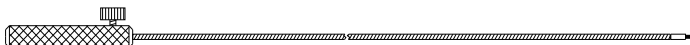

Fig.7 Câble d'application
- 5) Câble d'application (en option) (Fig.7)